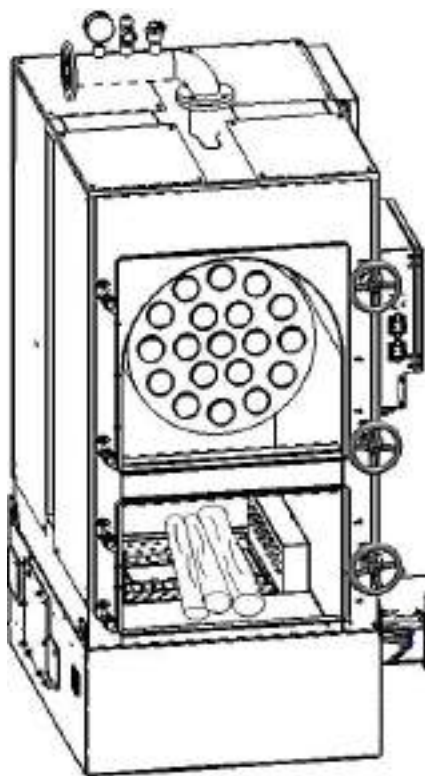

Рис. 29
- 3.2.1 Закрыть чашу горения крышкой. Положить дрова в топку. (см рис. 29).